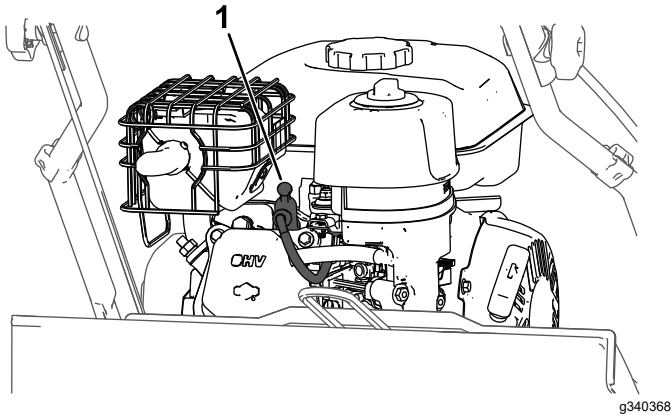

Figure 17
2. Débranchez le fil de la bougie (Figure 17).